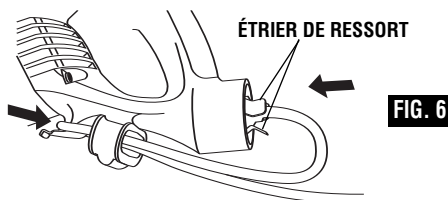

FIG. 6
3. Empuje el extremo del enchufe a través del clip de resorte y hacia el interior del tomacorriente hembra ubicado en el mango, de la manera que se muestra en la Fig. 6.